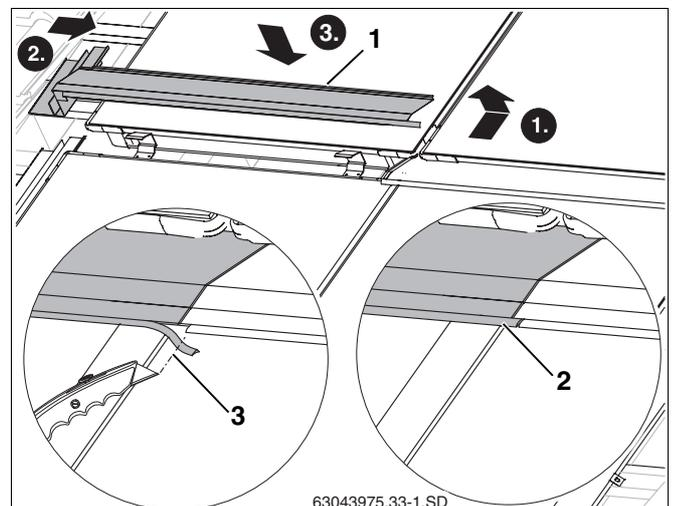

Abb. 54 Linkes mittleres Abdeckblech auflegen
- Aufkantung des linken Abdeckbleches (Abb. 54, **Pos. 1**) wie beim rechten Abdeckblech in die Griffmulde des Kollektorrahmens legen.
- Gummilippe soweit kürzen (Abb. 54, **Pos. 3**), dass es an die Gummilippe des rechten Abdeckbleches stößt.
- Gummilippe des linken Abdeckbleches auf den Falz des rechten Abdeckblech stecken (Abb. 54, **Pos. 2**).